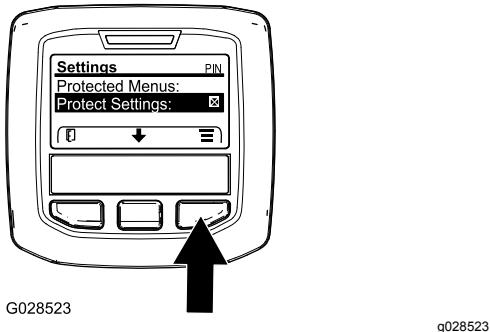

Figura 44
1. Aceda ao menu protegido e desbloqueie o submenu de definições protegidas (Figura 44); consulte Aceder aos menus protegidos \(página 23\).